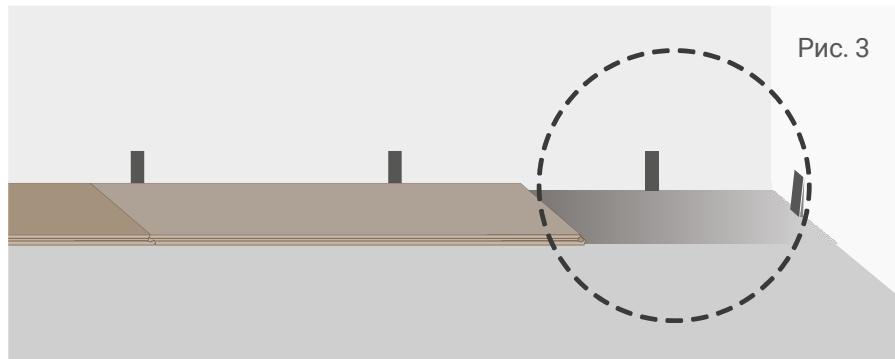

Рис. 3
8.1.4 В случае необходимости осуществить подрезку планок по длине до требуемых размеров (см. рис. 3).